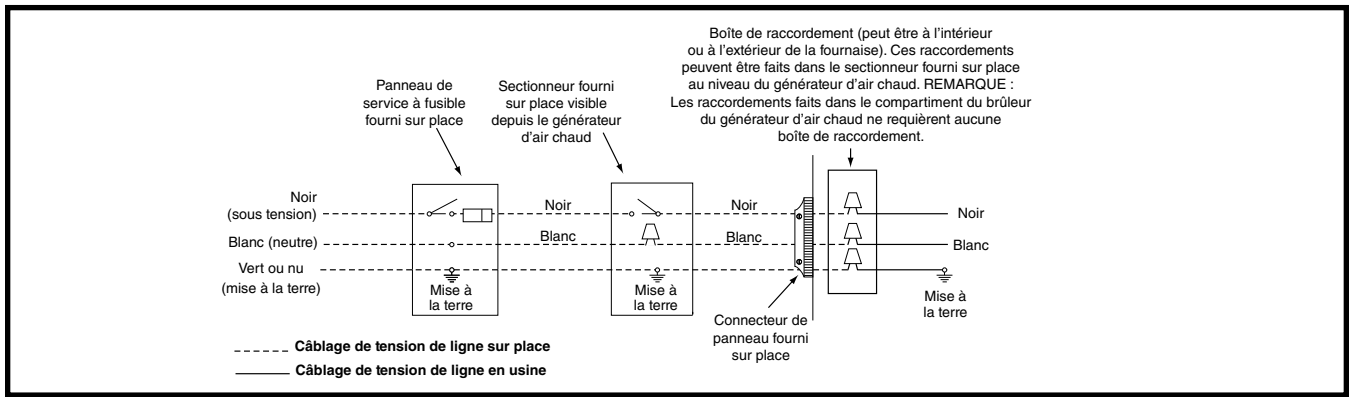
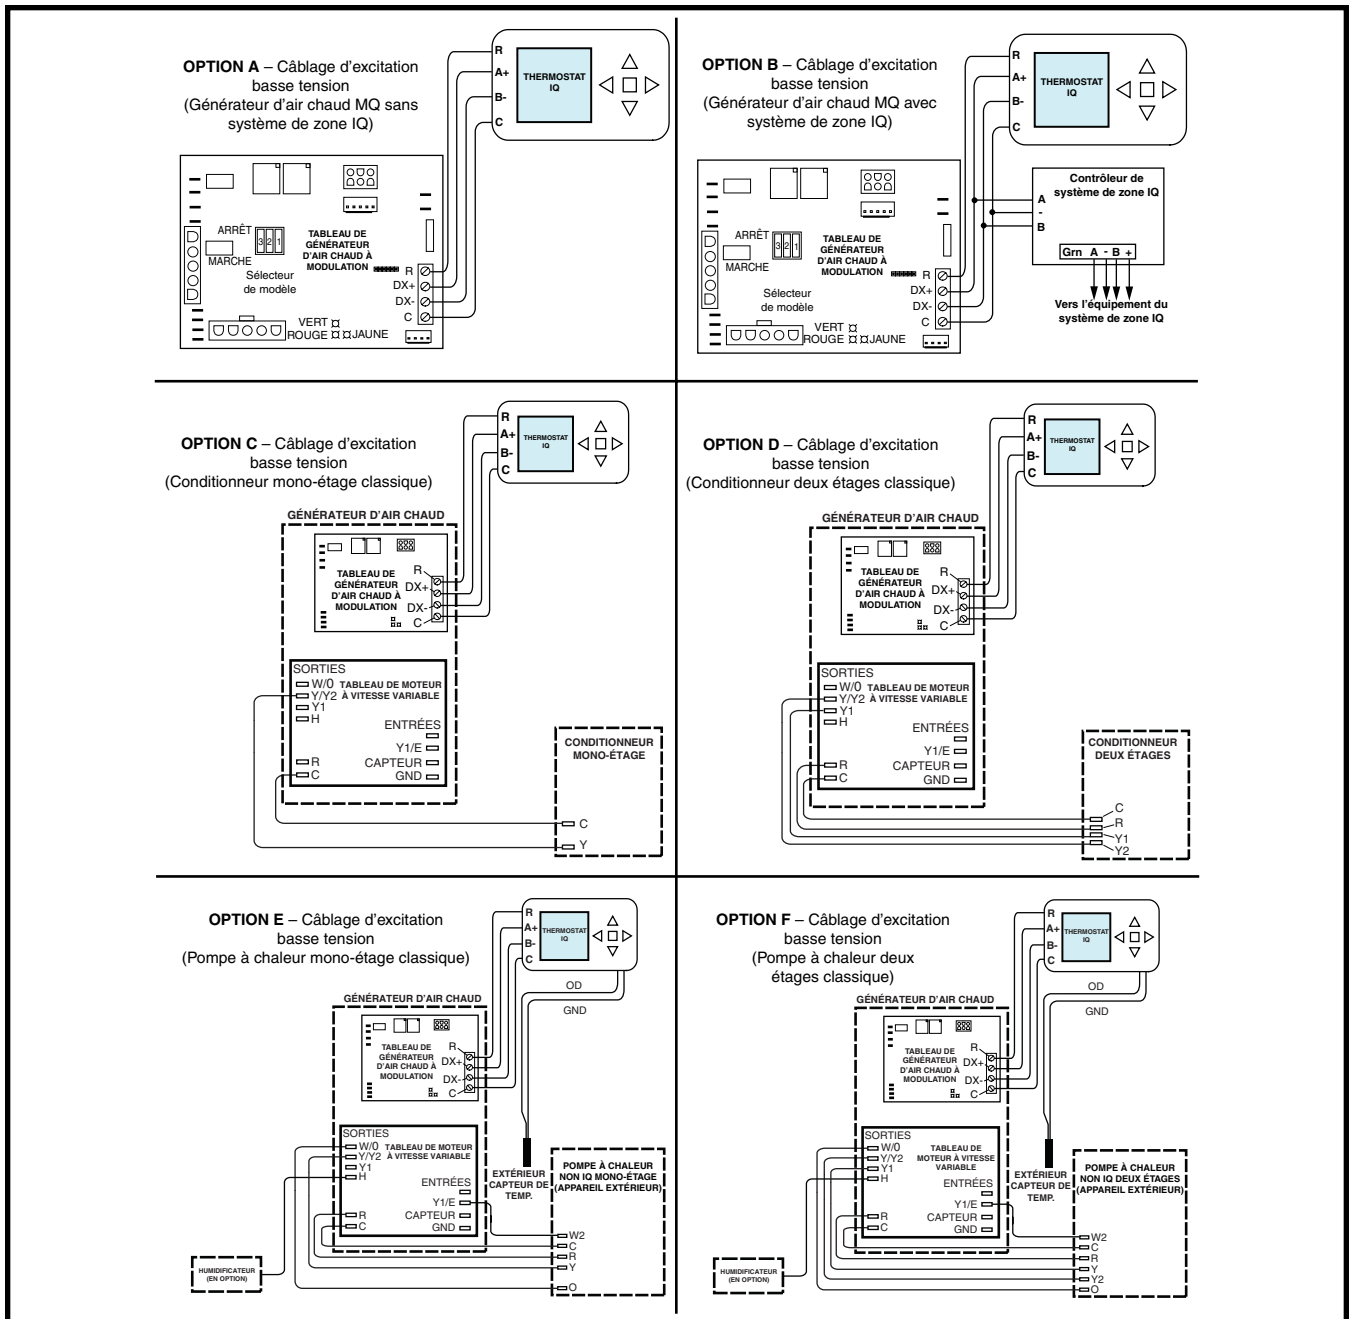

Figure 19. Câblage d'excitation de tension de ligne
Figure 20. Configurations de câblage iQ
- **Un sectionneur doit être installé à un emplacement facilement accessible et visible depuis le générateur d'air chaud. Consulter la Figure 19 ou l'étiquette de schéma de câblage à l'intérieur de la porte de commande. Tout autre méthode de câblage doit être acceptable par l'autorité compétente.**
- **Il faut maintenir la polarité de tension de ligne appropriée afin que le système de commande fonctionne correctement. Vérifier que la ligne neutre entrante est raccordée au fil blanc et que la ligne sous tension entrante est connectée au fil noir. Le générateur d'air chaud ne fonctionne pas si la polarité et la mise à la terre sont mal branchés, comme indiqué dans la Figure 19.**
Les directives de câblage sur le terrain pour tout le matériel du système iQ se trouvent dans les instructions de câblage sur le terrain du système iQ Drive (N/P 709031). Le thermostat iQ Drive® est branché au générateur d'air chaud avec quatre fils acheminés du thermostat jusqu'à la borne P5 du tableau de commande du générateur d'air chaud. Si le générateur d'air chaud MQ fait partie d'un système iQ Zone, consulter la Figure 20, \(page 24\). **Il est recommandé d'utiliser un câble gainé à quatre fils d'un calibre minimal de 18 pour le câblage fourni sur le terrain.**
En cas d'installation d'une thermopompe classique mono-étage ou à deux étages, il est recommandé d'installer un capteur de température extérieure (920938) sur le système. Le capteur est branché au thermostat iQ, comme indiqué aux options E et F de la Figure 20, \(page 24\) et mesure la température extérieure à proximité de la thermopompe. La température extérieure est affichée sur l'écran principal du thermostat iQ et le système passe du générateur d'air chaud à la thermopompe en fonction de la température extérieure.
- ✓ Vérifier que les fils de thermostat (**R**, **DX+**, **DX-** et **C**) sont bien branchés aux fils appropriés de la plaque à bornes de la carte à circuits imprimés. Consulter la Figure 20, (page 24).
Les ordres de fonctionnement des modes de chauffage, de refroidissement et de ventilation sont décrits ci-dessous. Vérifier les schémas de câblage sur place et les schémas de câblage du générateur d'air chaud. Voir les Figure 19, \(page 24\), Figure 20, \(page 24\) et Figure 25, \(page 32\).